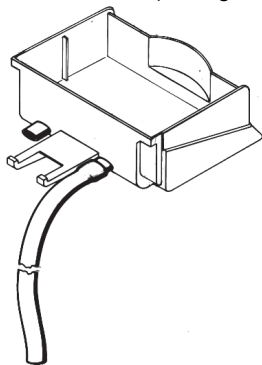

figure 1
- 6 Le tiroir égouttoir est équipé de deux raccords de drainage avec diaphragme. Si l'on désire que le vidage du tiroir s'effectue en continu, il faut percer le diaphragme (par exemple avec un tournevis) de l'un des deux raccords de drainage et le brancher à un tuyau d'évacuation (voir figure 1).